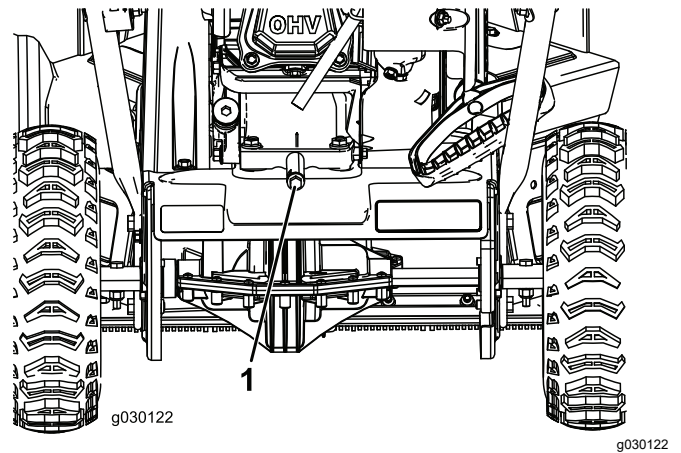

Figure 19
2. Placez un bac de vidange sous le bouchon de vidange et retirez le bouchon ; basculez la machine en arrière et vidangez l'huile usagée dans le bac de vidange (Figure 19).